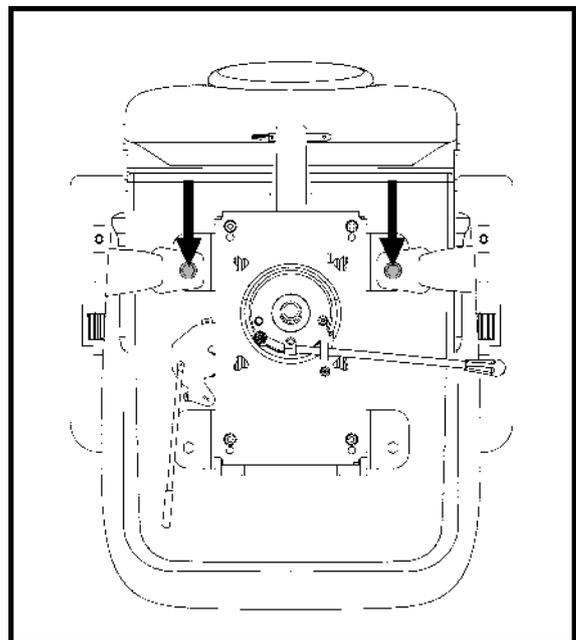

Abb. 17. Befestigungsschrauben des Rückhaltgurts
2. **Sitz umdrehen, um die Unterseite einzusehen. Siehe Abb. 17.**